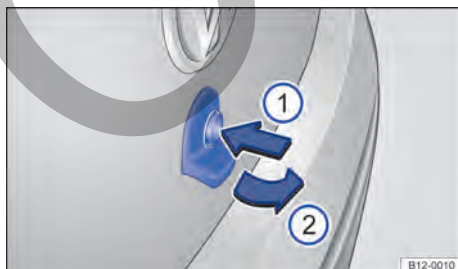

Fig. 52 Abrir el portón trasero por afuera.
- Presionar el botón → fig. 52 ① y levantar el portón trasero con la empuñadura ②.